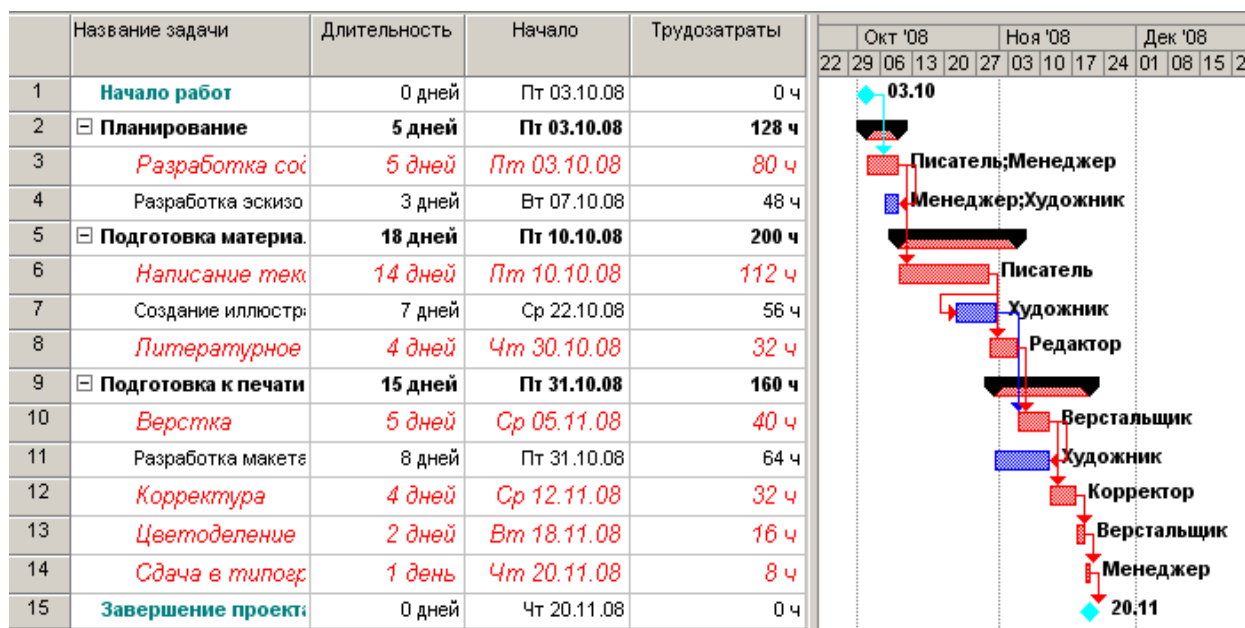

Рис. 35. Диаграмма после назначения ресурсов
- Когда всем видам работ ресурсы будут назначены, нажатием кнопки (Закреть) закройте диалог *Назначение ресурсов*. Диаграмма примет вид, как на рис. 35.